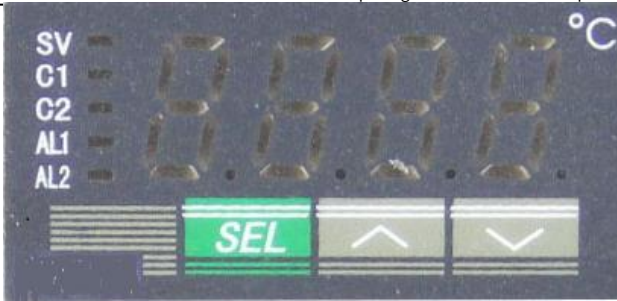

Figura 2: diagrama esquemático del panel de instrumentos de control de temperatura
C. La temperatura de funcionamiento del cuerpo negro se puede ajustar según las necesidades del campo. Presione el botón "SEL" (ver figura 2), el botón "SV"